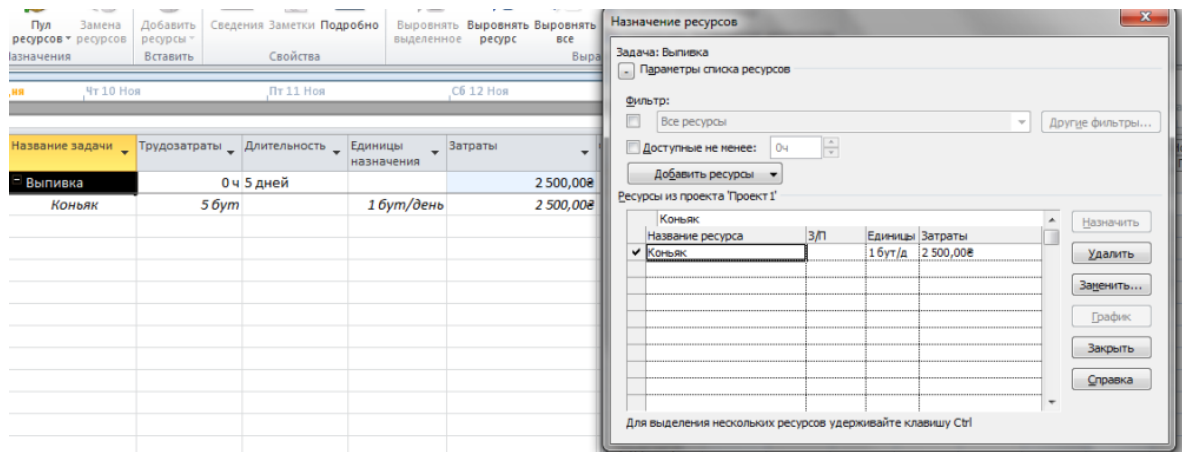

Рисунок 8.27 Расход материального ресурса в единицу времени
- Расход в час (день, месяц, год) – расход материала в единицу длительности операции, т.е. при изменении длительности операции итоговое количество материала будет прямо пропорционально изменяться, Рисунок 8.27.